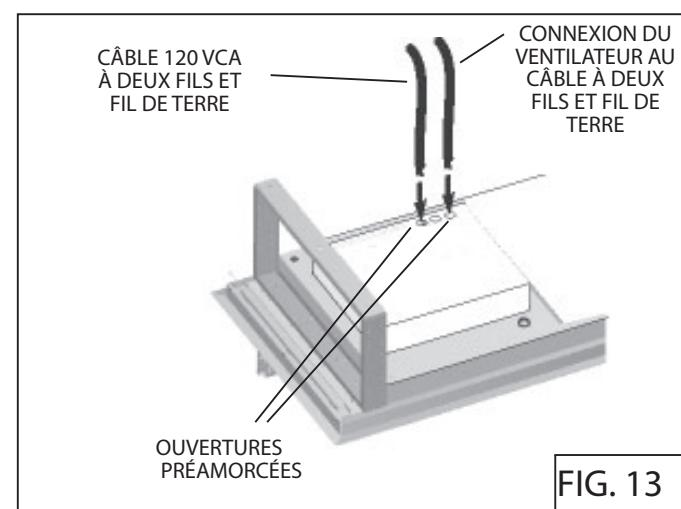

FIG. 13
1. Acheminez un câble d'alimentation électrique à deux fils (plus un fil de terre) jusqu'à une ouverture préamorcée de 19 mm (3/4 po) à l'arrière de la hotte. Fig. 13.